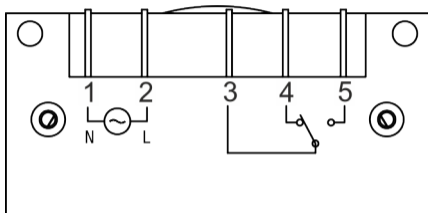

Fig. 8: Esquema de conexión del actuador (receptor)
3. Introduzca las lengüetas de conexión (DIN 6,3 planas) en el terminal del cable correspondiente según lo indicado en el esquema de conexión (Fig. 8).